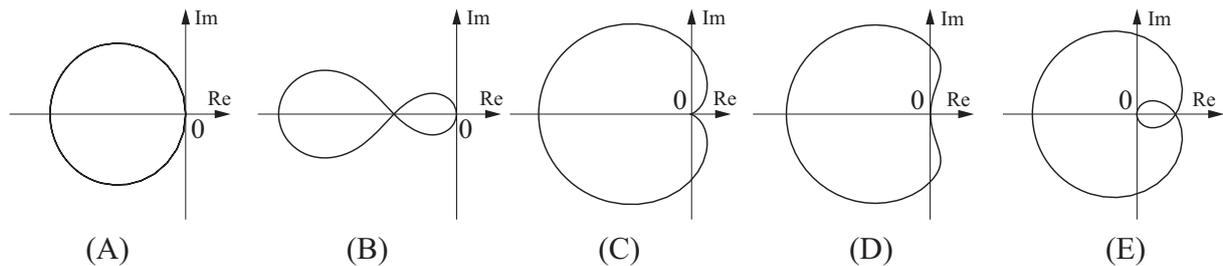

図 2
- (1) $P(s)$ の極と零点を求めよ。
- (2) $P(s)$ のインパルス応答を求めよ。
- (3) $P(s)$ のナイキスト線図の概形を図 2 の (A)~(E) から選び、その理由を述べよ。
- (4) $C(s)$ の周波数伝達関数 $C(j\omega)$ を求め、 ω を変化させたときの $|C(j\omega)|$ の最大値を求めよ。
- (5) ω を変化させたときの $|P(j\omega)|$ の最大値を β とおく。定数 k を、 $\beta k < 1$ を満たすように選べば、ナイキストの安定判別法からフィードバック系が必ず安定となることを図を用いて説明せよ。